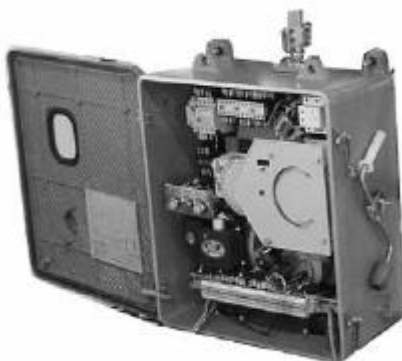

Fig.6- Mecanismo de Acionamento Motor do CMA9
3.1.1 Tampa: Veja fig. 6 o flange superior do comutador tipo roda de acionamento na tampa. A força é transmitida através de um volante que aciona o eixo motor, que movimenta os contatos do sistema de contatos pela caixa de acoplamento.
O flange superior e o sistema de contatos são os mesmos do comutador tipo acionamento manual no chão. A instrução de operação do CMA9, descreve a unidade de acionamento motorizado (Fig.6).